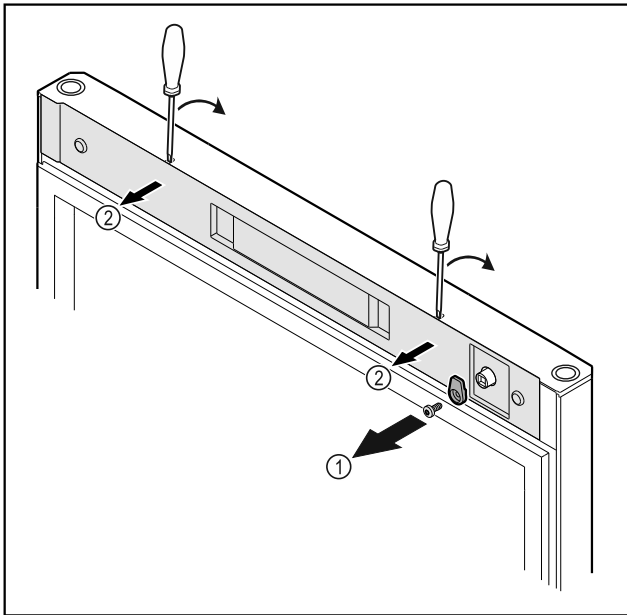

Fig. 12 *
- ▶ Sluithaak Fig. 12 (1) losschroeven.*
- ▶ Afdekking Fig. 12 (1) met een kleine schroevendraaier losmaken en verwijderen.*